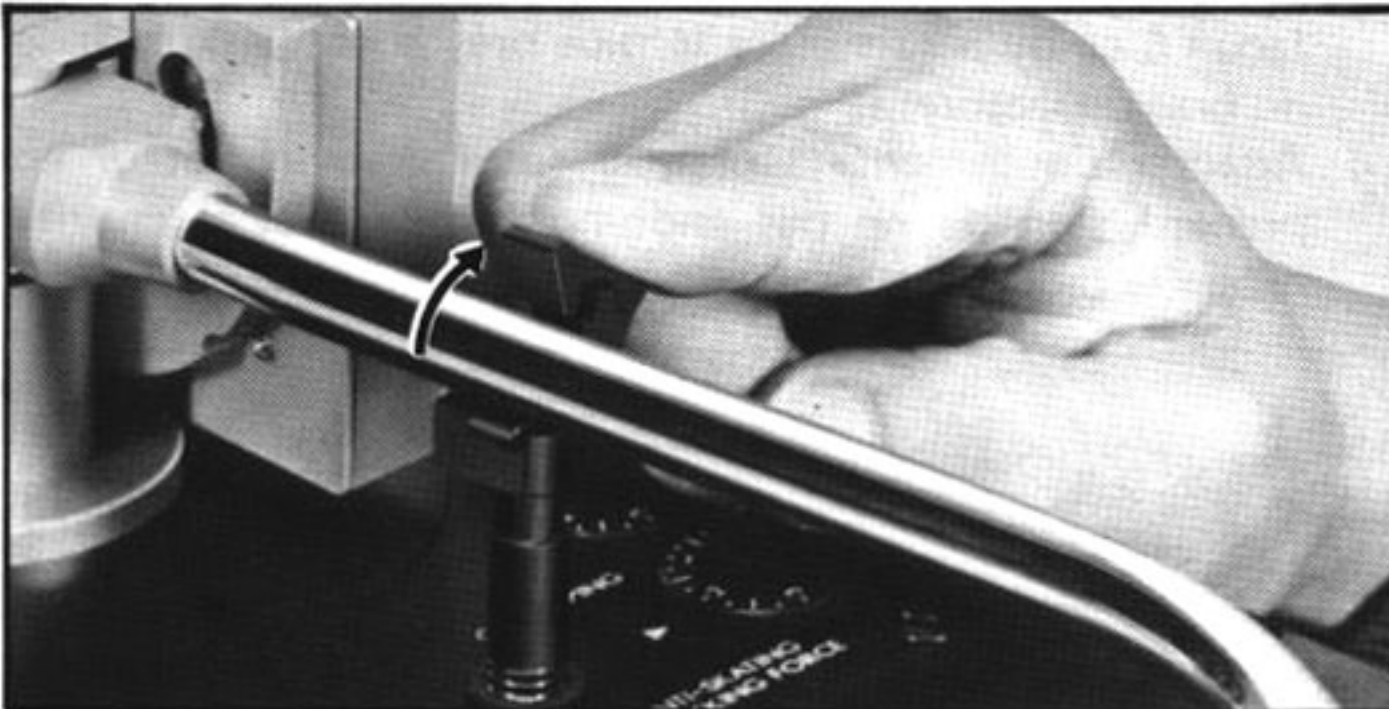

Fig. 8 Abb. 8
#### 5. Tonarm height adjustment (Figs. 8, 9, 10)
2. Remove the clamp. (Fig. 8)
#### 5. Tonarm-Höheneinstellung (Abb. 8, 9, 10)
2. Entfernen Sie die Tonarmklemme (Abb. 8).
#### 5. Réglage de la hauteur du bras de lecture (Figs. 8, 9, 10)
2. Enlever l'étrier (Fig. 8).